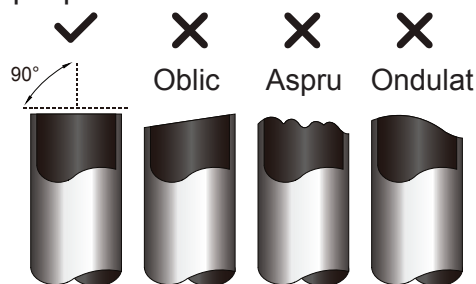

Fig. 6.1
3. Asigurați-vă că țeava este tăiată la un unghi perfect de 90°. Consultați **Fig. 6.1** pentru exemple proaste de tăiere.